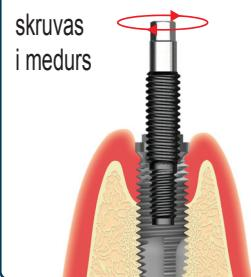

Fig. 1
2. Välj en fixturutdragarskruv som passar det aktuella implantatet (se avsnittet Kompatibilitetstabell i denna broschyr) och skruva fast den i implantatet **medurs** med hjälp av sexkantnyckeln (fig. 1).